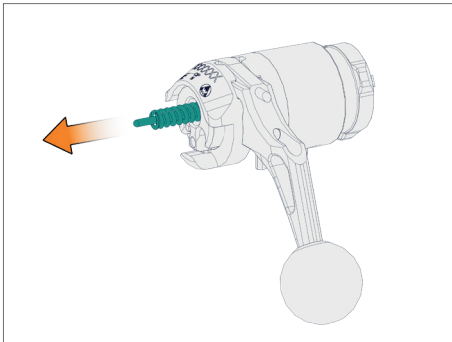

Abb. 11
- Signalstift und Schlagstückfeder entnehmen (Abb. 11).